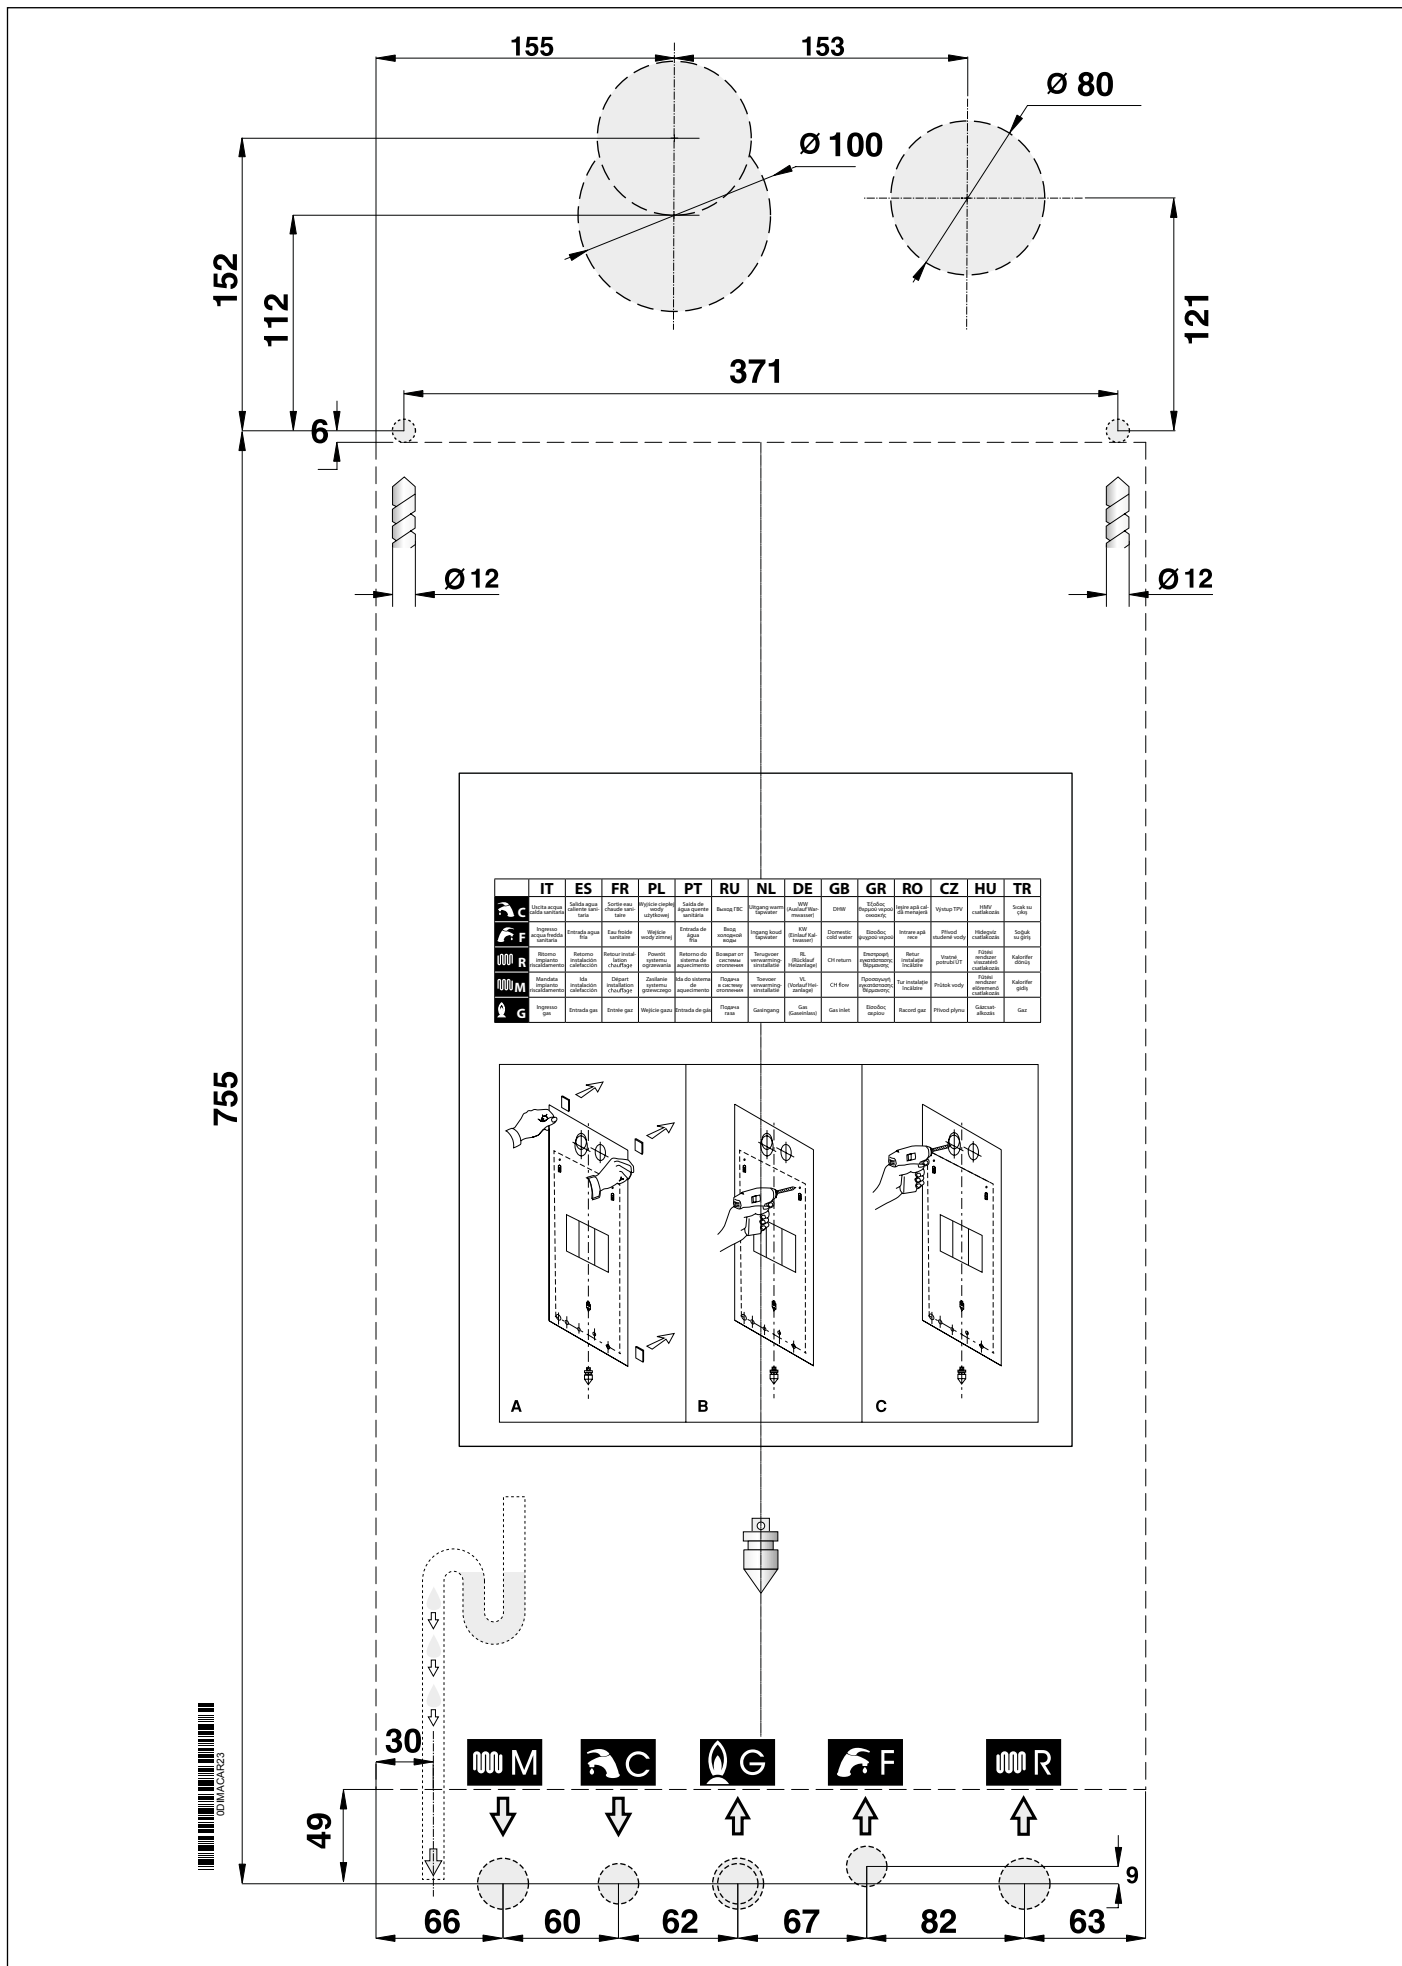

Fig. 5 Dima in carta
- la dima di fissaggio della caldaia al muro (Vedi Fig. 5 Dima in carta).
Ogni apparecchio è corredato di un'apposita dima in carta contenuta nell'imballo (vedi Fig. 5 Dima in carta).